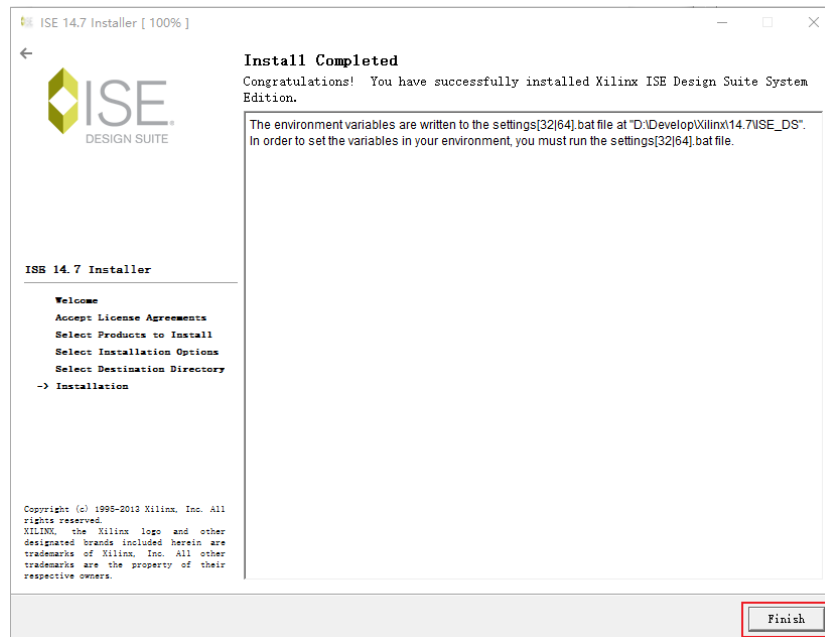

图 1-18 安装结束
14) 进度达到 100%后，安装完成，点击“Finish”按钮关闭安装程序。如图 1-18 所示。